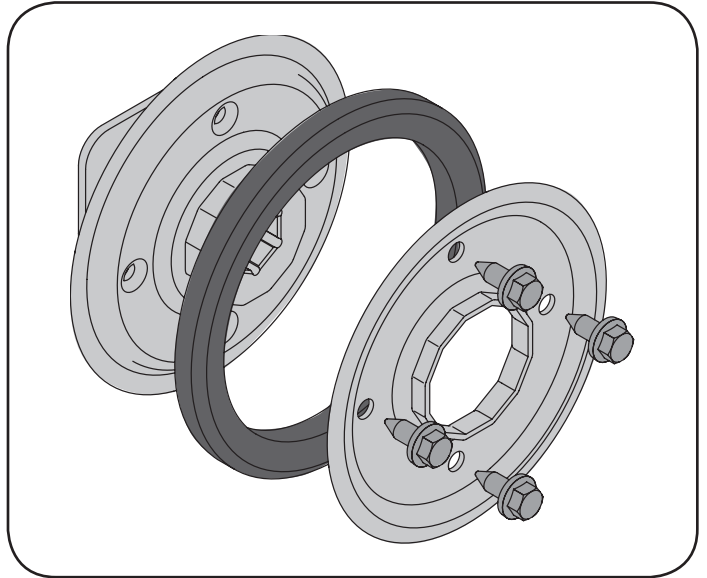

Figura 32
1. Saque los cuatro tornillos que mantienen unidas las placas laterales de la rueda de fricción. Vea la Figura 32.